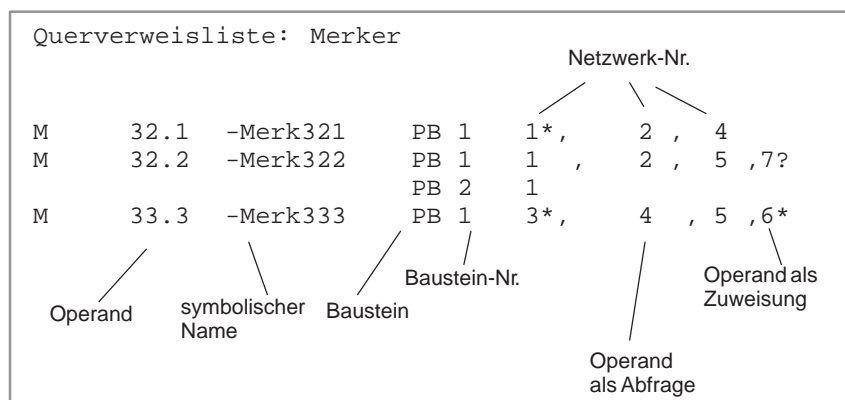

Bild 19-6 Beispiel für Querverweisliste
- zusätzlichen Kennzeichen für die Art der Verwendung. (*siehe Bild 19-6*).